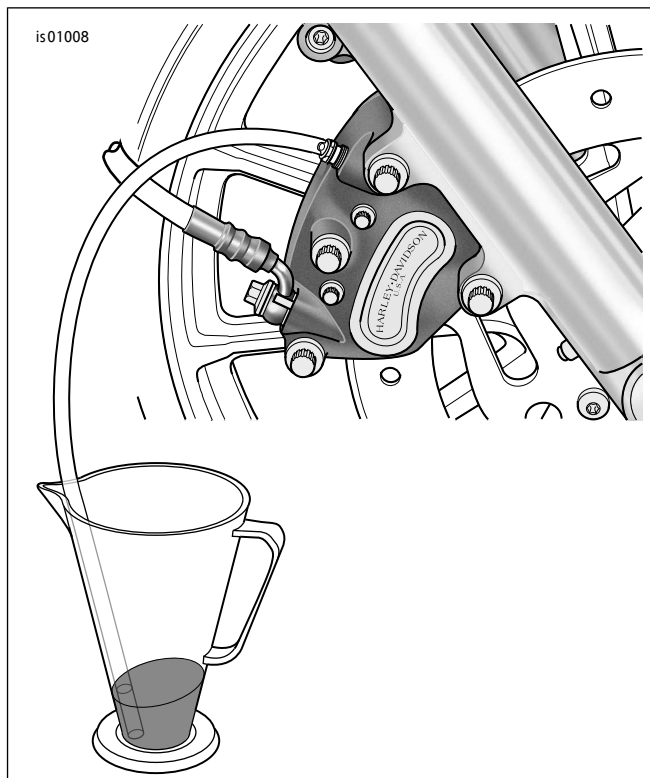

图10。排放制动液
1. 参见图10。拆下前刹车钳上的排气阀盖。将一段透明塑料管的一端安装到排气阀上。另一端放在洁净的容器中。